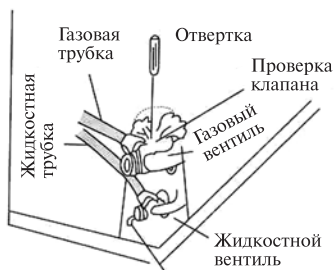

Рис. 8
8. Полностью откройте жидкостный и газовый вентили (см. рис. 8).